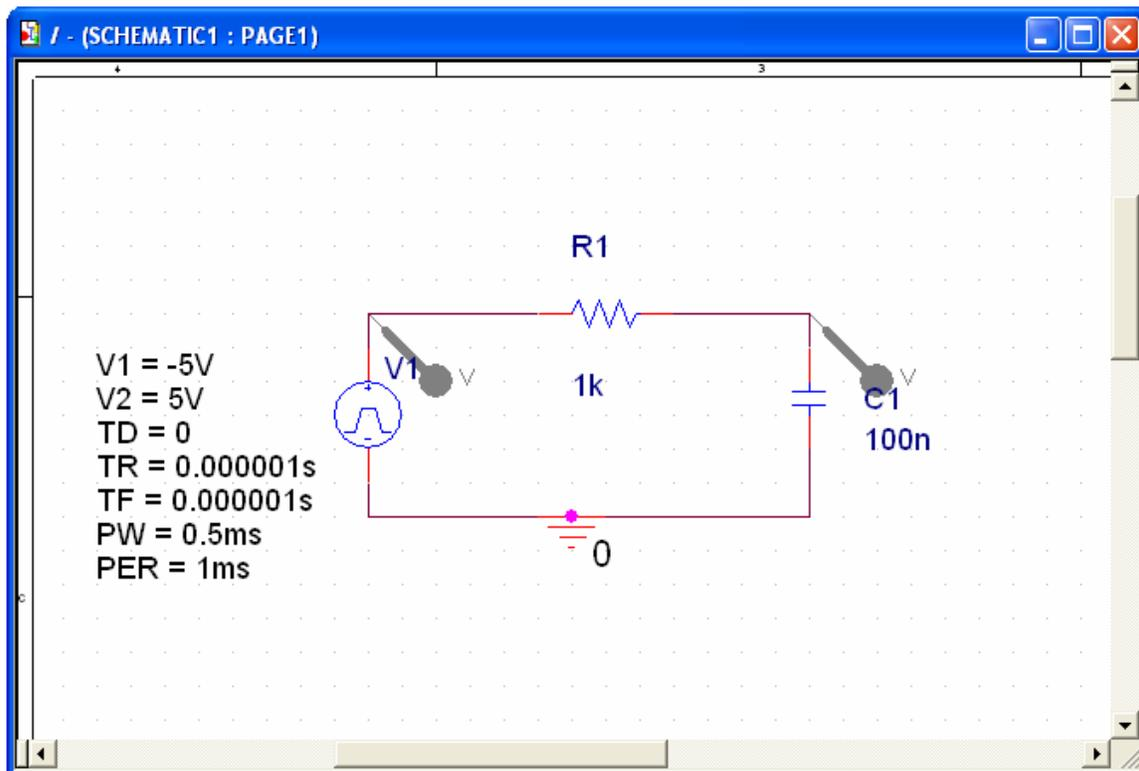

Figure 1.6 : Schéma d'un circuit RC avec Schematics.
- Une fois que toutes ces étapes sont complétées, votre schéma final doit ressembler à la figure 1.6 :
Cadence permet de créer plusieurs profils de simulation (ex : temporel et fréquentiel). On désire effectuer une analyse temporelle (ou transitoire), ce qui signifie qu'on veut observer la variation des tensions en fonction du temps aux nœuds marqués (figure 1.6).